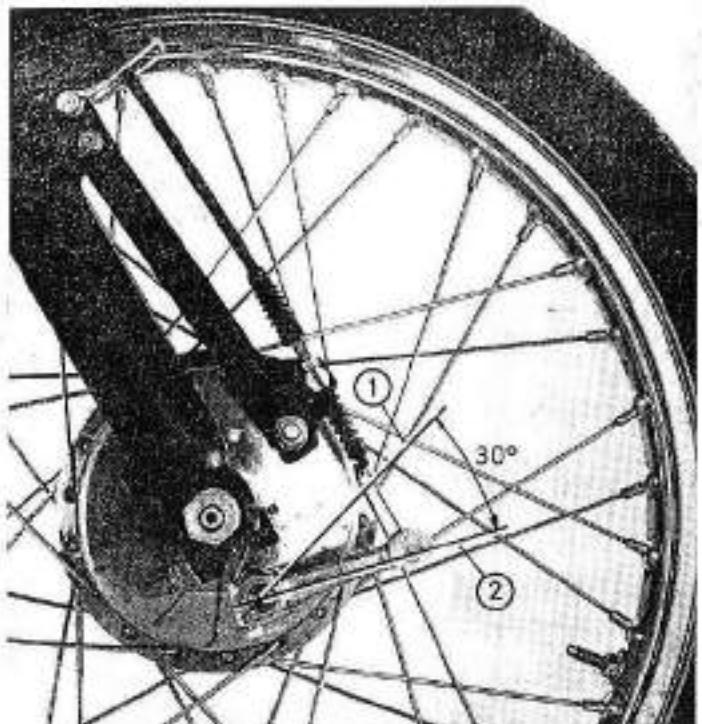

Fig. 19
3. **Ajuste de la palanca del freno.** Conforme se van gastando los forros de freno, la palanca va cambiando de posición en los sucesivos reglajes. Así llegará un momento en que el muelle quedará comprimido en exceso y perjudicará al frenado. Cuando así ocurra se procederá a cambiar la posición de la palanca girándola en unos grados (ver fig. 19). Fijar en esta posición con llave de 10 mm y graduar como se ha dicho en los puntos 1 y 2.
3. Réglage du levier de frein. A mesure que les garnitures de frein s'usent, le levier change de position au cours des réglages successifs. Il arrivera donc un moment où le ressort sera trop comprimé et gênera le freinage. Lorsque cela se produira, on procédera à changer la position du levier en le faisant tourner de quelques degrés (voir fig. 19). Le bloquer dans sa nouvelle position avec une clé de 10 mm et régler comme indiqué dans les paragraphes 1 et 2.
1. Using the Cable Adjuster. To increase/decrease the travel of the handlebar lever, rotate the serrated 2 (fig. 19) that the adjuster is retracted into or extended from the front handlebar mount.
3. Adjusting the Brake Arm. According as the brake linings wear, the brake arm changes in position in successive adjustments. Thus it will arrive that the sprig will be excessively compressed and will affect braking. When so occurs, change the position of the brake arm by turning it a few degrees (see fig. 19). Secure in this position with a 10 mm wrench and set as indicated in paragraphs 1 and 2 above.